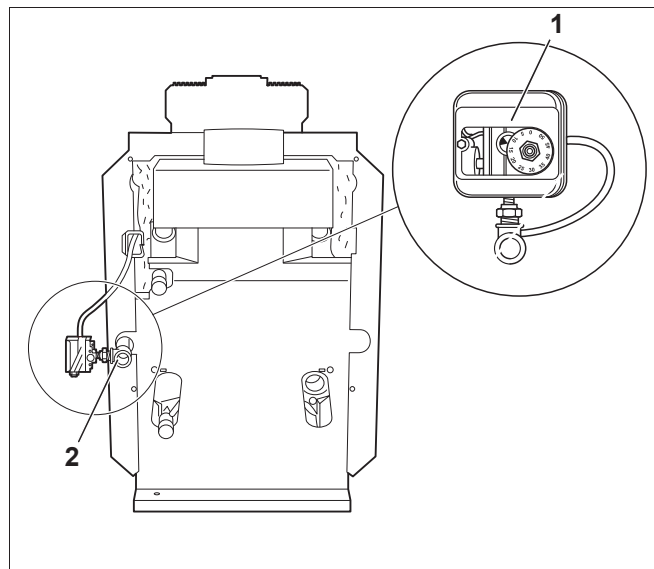

Рис. 20 Подключение газа
- Без натяжения подключить газопровод к газовому вводу котла (рис. 20, **поз. 2**).
- Для сжиженного газа установить через переходник, поставляемый с деталями для перенастройки, прибор контроля давления газа (рис. 20, **поз. 1**) непосредственно на штуцер подключения газа (рис. 20, **поз. 2**) отопительного котла так, чтобы регулировочный диск был направлен вверх или наружу.